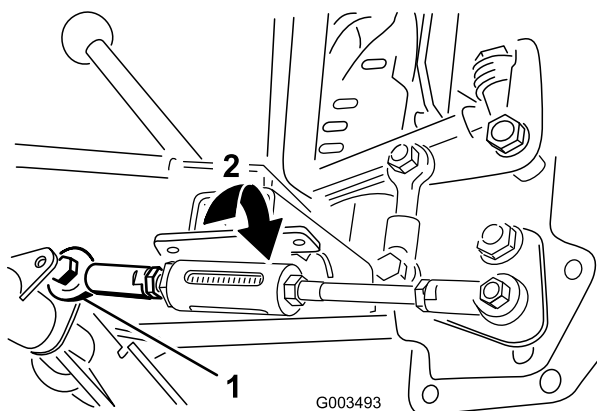

Figura 19
- A. Retire o parafuso e a porca que fixam a barra ao tubo articulado (Figura 19).
3. Aperte as porcas de bloqueio que prendem a barra com mola até que se mostre 6 mm a 13 mm das roscas para aplicar tensão na mola (Figura 19).